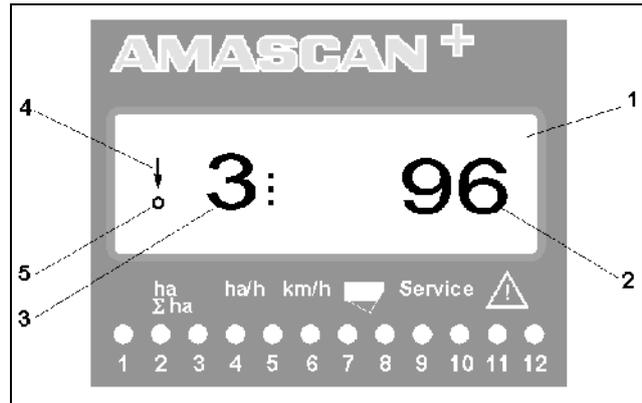

Fig. 4
Estando la sembradora monograno en estado operativo, la pantalla de 6 líneas (Fig. 4/1) visualiza los siguientes datos:
- a la derecha: la cantidad actual [granos/ha]/1000 (Fig. 4/2).
- a la izquierda (Fig. 4/3) la indicación cambia (cifras 1, 2, 3, etc.) automáticamente cada 5 segundos. Aparece entonces el número del cuerpo de siembra que está siendo monitorizado en el momento actual.
- la flecha vertical (Fig. 4/4) y el círculo que parpadea debajo (Fig. 4/5), apenas el sensor de movimientos (sensor "X") transmite impulsos al **AMASCAN+**.